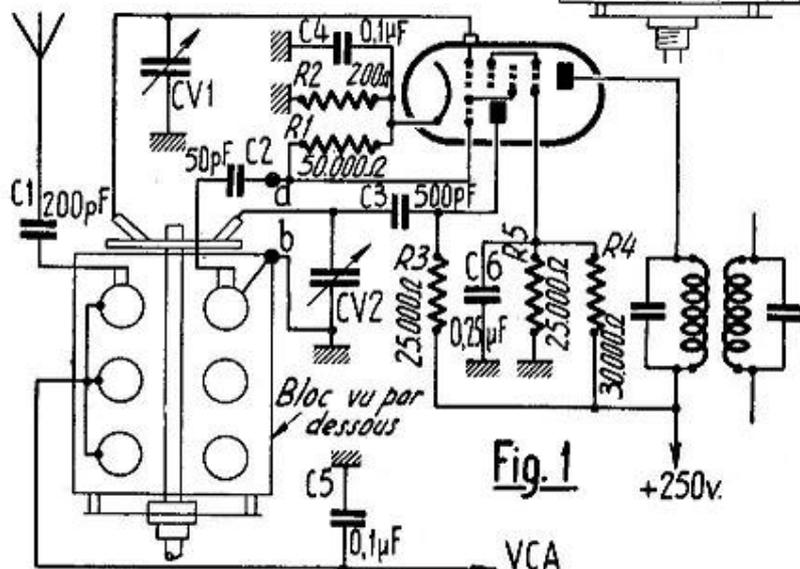

Fig. 1
Au point de vue de la commutation, ces blocs sont conçus, le plus souvent, suivant le principe de la figure 1, et diffèrent, d'un bloc ordinaire, uniquement par l'adjonction d'un jeu de bobinages pour la liaison H.F.
La valeur du trimmer  $T_1$  (fig. 1) sera classique également : un ajustable de 3 à 35 pF, par exemple.
Le trimmer ( $T_2$ , fig. 1) sera, comme pour O.C., de 3 à 35 pF.
P.O. — Le circuit accordé comprend quelques 68 à 80 spires (suivant qu'il y ait ou non un noyau magnétique) et fait 90-94  $\mu\text{H}$ . L'enroulement de réaction est plus ou moins important, suivant la lampe pour laquelle l'oscillateur est prévu. Avec une 6E3-ECH3 cet enroulement est très faible et comprend une dizaine de spires au plus, avec retour par le padding (fig. 1). Si le retour se fait à la masse, ou à la haute tension (fig. 9 ou 10), le nombre de spires est plus élevé : 20 à 30.
Pratiquement, un oscillateur P.O., tel que celui de la figure 1, est réalisé sous forme d'un bobinage à prise, cette dernière étant l'extrémité commune aboutissant au padding correspondant.
Le padding P.O. a une valeur totale de l'ordre de 450 pF, tandis que le trimmer  $T_3$  (fig. 1) est, le plus souvent, un ajustable normal.
G.O. — Le circuit accordé comprendra 140 à 160 spires en fil fin (12/100), suivant qu'il y ait ou non un noyau magnétique. La self totale est de l'ordre de 440-460  $\mu\text{H}$ . Dans le cas de la figure 1, il n'y a pas de circuit de réaction.
Si nous constatons un accrochage en O.C., vers 20 m en particulier, il convient d'ajouter, en série dans le circuit de réaction (point a des figures 1 et 2), une résistance de 100 à 200 ohms.
Le bloc 310 se prête soit au montage à grille oscillatrice accordée, soit au montage à anode oscillatrice accordée. La figure 1 représente un étage changeur de fréquence où l'accord se fait sur l'anode oscillatrice, tandis que la figure 2 nous montre le schéma où l'accord se fait sur la grille oscillatrice.